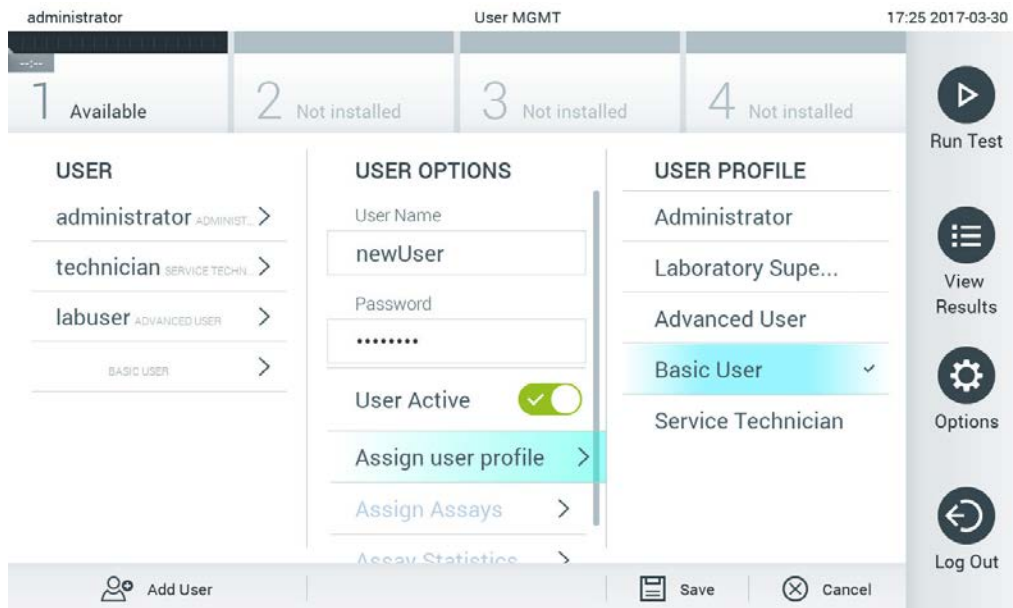

Abbildung 58: Zuweisen eines Benutzerprofils zu einem neuen Benutzer
4. Drücken Sie auf Assign User Profile (Benutzerprofil zuweisen) und weisen Sie dem Benutzer das richtige Benutzerprofil zu (aus der Liste rechts im Inhaltsbereich) (Abbildung 58).